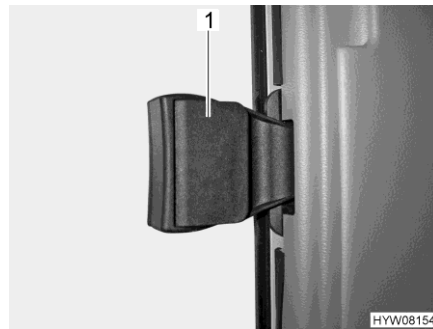

Fig. 40 Ventana del acompañante
- Abatir el tirador (Fig. 40,1) hacia fuera.